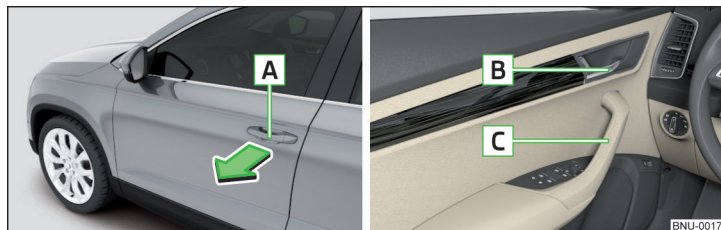

Fig. 51 Tirador/palanca de apertura de la puerta
- Para **abrir desde afuera**, desbloquear el vehículo y tirar en el tirador **A** en el sentido de la flecha » fig. 51.